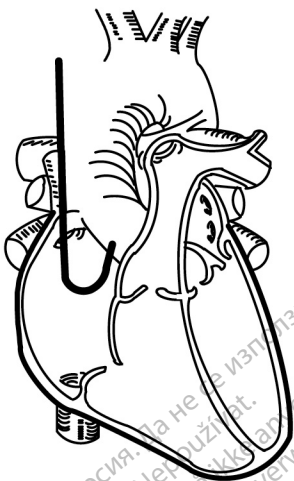

Figure 6. Mise en place atriale
3. Pour positionner la sonde atriale en J préformée, maintenir le mandrin en place et poursuivre l'observation sous contrôle radioscopique tout en faisant progresser l'extrémité de la sonde jusqu'à ce qu'elle entre et se loge dans l'appendice atrial (Figure 6 Mise en place atriale en page 18).